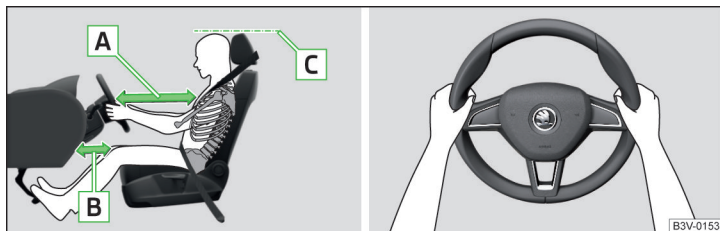

Fig. 1 Poziția corectă a scaunului șoferului/Poziția corectă la volan
- ✓ La autovehicule cu airbag pentru genunchii șoferului, reglați longitudinal scaunul șoferului în așa fel, încât distanța de la picioare **[B]** » fig. 1 la planșa de bord să fie de minim 10 cm în zona airbagului pentru genunchi.
- ✓ Reglați volanul astfel încât distanța **[A]** dintre volan și torace să fie de cel puțin 25 cm » fig. 1.
- ✓ Reglați tetiera astfel încât marginea superioară a tetierei să se afle, pe cât posibil, la aceeași înălțime cu partea superioară a capului dumneavoastră **[C]** » fig. 1 (nu este valabil pentru scaunele cu tetieră integrată).
- În timpul mersului volanul trebuie ținut cu ambele mâini, de partea exterioară laterală, în poziția „orei 9” și „orei 3” » fig. 1. Nu țineți niciodată volanul în poziția „ora 12” sau în altă poziție (de exemplu de centrul volanului, de marginea interioară etc.). La activarea airbagului șoferului, aceste poziții incorecte pot provoca accidentarea gravă a mâinilor, brațelor și a capului.
- ✓ Reglați tetiera astfel încât marginea superioară a tetierei să se afle, pe cât posibil, la aceeași înălțime cu partea superioară a capului dumneavoastră C » fig. 1 la pagina 9 (nu este valabil pentru scaunele cu tetieră integrată).
- ✓ Reglați tetiera astfel încât marginea superioară a tetierei să se afle, pe cât posibil, la aceeași înălțime cu partea superioară a capului dumneavoastră C » fig. 1 la pagina 9.